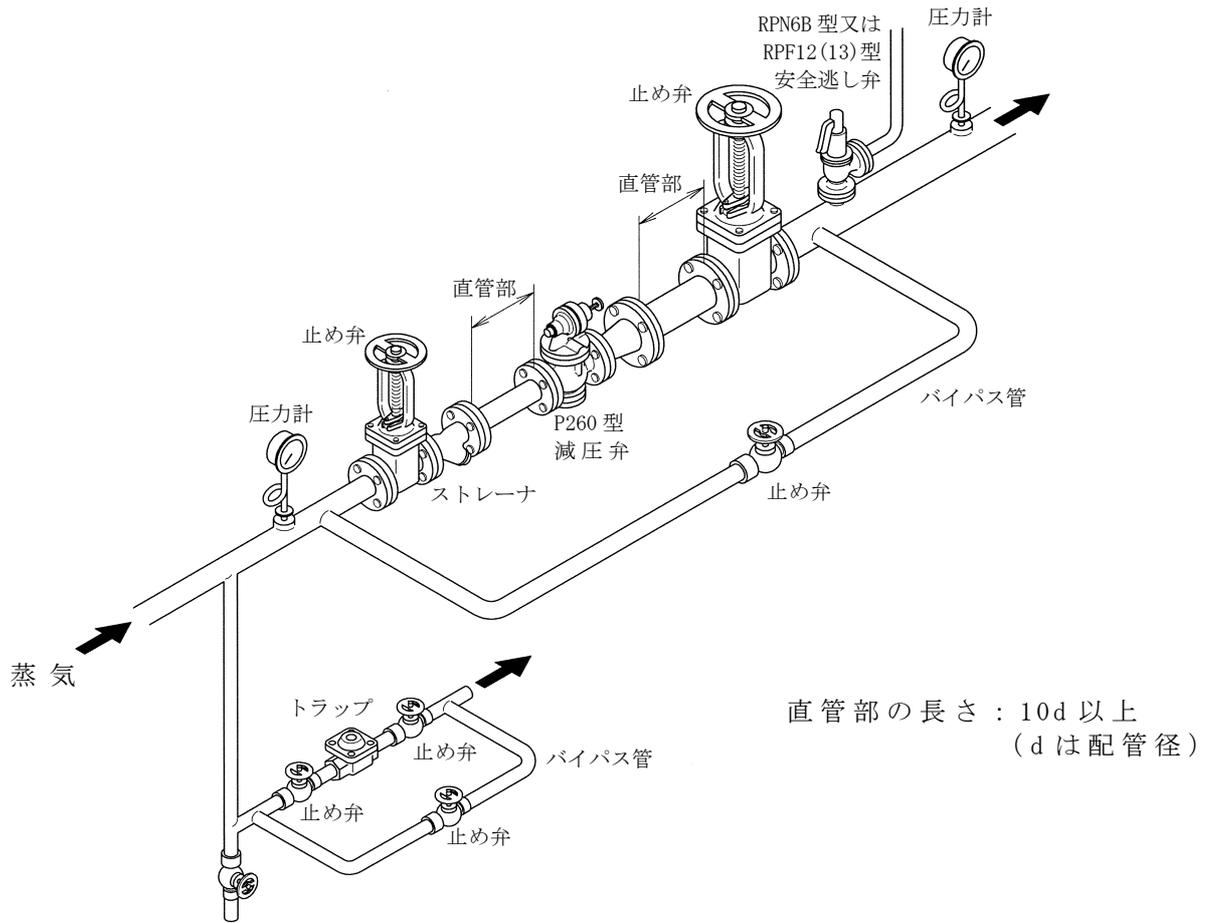

図2 配管例図
<ul style="list-style-type: none"><li>● 減圧弁は、最初の通気時の安全のために、未設定で納入します。 ご指定により設定して納入することもできますが、いずれの場合も最初の通気時は、慎重にゆっくりと実施してください。</li><li>● 配管に際しては、減圧弁の弁箱の矢印と蒸気の流れ方向を必ず一致させて水平配管に垂直に取付けてください。また、図2の配管例図に示すように、止め弁、ストレーナ、安全逃し弁、圧力計、バイパス管及びスチームトラップを必ず設けてください。なお、減圧弁の前後にはできるだけ10d以上(d: 配管径mm)の直管部を設け、二次側流速が30 m/sを超える場合にはレジューサを取付け二次側配管の拡大を</li></ul>
- 3.1 配管に際しては、減圧弁の弁箱の矢印と蒸気の流れ方向を必ず一致させて水平配管に垂直に取付けてください。また、図2の配管例図に示すように、止め弁、ストレーナ、安全逃し弁、圧力計、バイパス管及びスチームトラップを必ず設けてください。なお、減圧弁の前後にはできるだけ10d以上(d:配管径mm)の直管部を設け、二次側流速が30 m/sを超える場合にはレジューサを取付け二次側配管の拡大をお勧めします。安定で性能の良い減圧装置とする為、ストレーナ、安全逃し弁、スチームトラップもフシマン製品をお使いください。